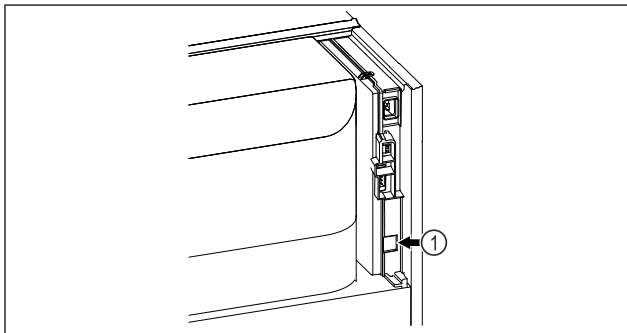

Fig. 59
- SmartModule Fig. 59 (1) este instalat.